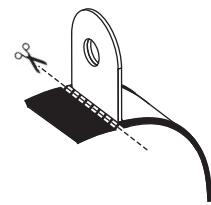

FIG. 5
7. ③サイレンサーバンドに④サイレンサーバンド用スペーサーラバーを取り付けて②サイレンサーに通し、純正ボルト、ワッシャ、ナットを使用して車両のタンデムステップブラケットに取り付け、仮締めして下さい。(FIG. 5, 6 参照)